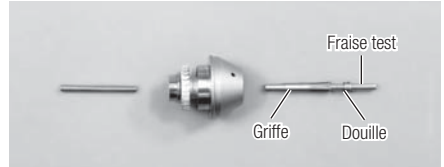

Fig. 19
- 3) Si l'écrou du rotor est desserré, sortez la griffe précautionneusement avec une fausse fraise ou la tige de la fraise depuis l'arrière de la cartouche ; la douille et la griffe sortiront (Fig.19).